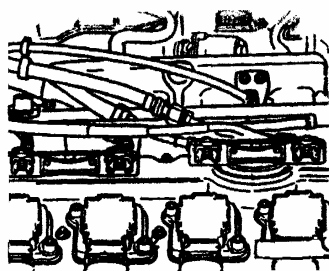
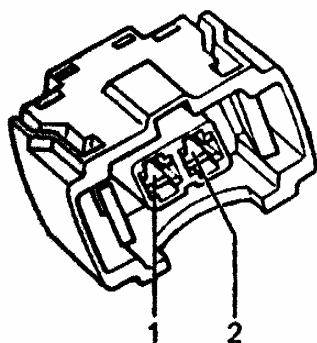

图 3-25 拔下喷油器的连接插头
图 3-26 气缸喷油器连接插头
(5) 拔下喷油器的连接插头，如图 3-25 所示。将发光二极管检查灯连接到待检查气缸插头的端子上，使起动电动机转动，发光二极管应闪烁。如果不闪烁，检查气缸二针插头端子（图 3-26）和插头端子到燃油泵继电器（J17）之间的导线是否断路或短路。